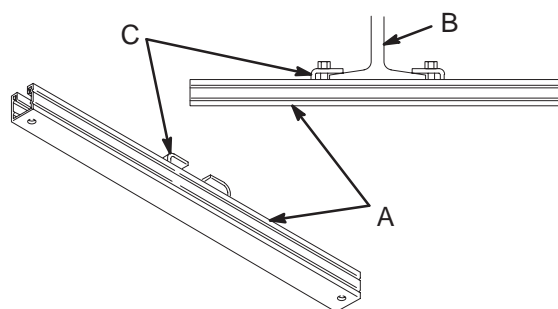

Fig. 4
1. Mettre les quatre trous du support de l'enrouleur en face des trous situés près de l'extrémité des barres de fixation (A) (voir la Fig. 4) et visser solidement l'enrouleur sur les barres de fixation.
2. Mettre en place et serrer solidement les pattes réglables (C) des barres de fixation sur la semelle de la poutrelle en I (B).